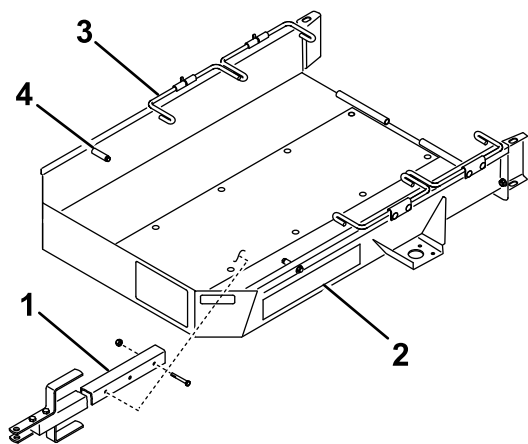

图2
4. 使用 2 个螺栓  $\frac{3}{8} \times 2\frac{3}{4}$  英寸和 2 个锁紧螺母将牵引杆总成安装到拖车底板下方的安装支架上 图2。
4. 将油门移至最低位置**缓慢地**将机器开到拖车上直至行走轮接触到拖车止动装置图2。
6. 将第一组车轮杆向下旋转到行走轮的后面图2。